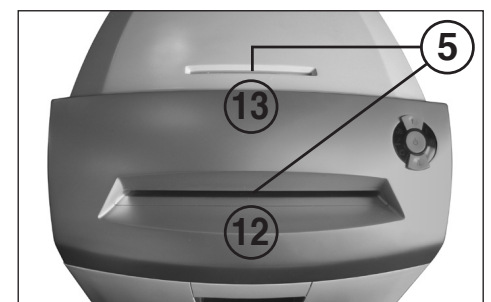

fig. 3
- 5 = Barrière lumineuse (marche avant) (Fig. 3)**
- 12 = Fente d'introduction de papier (Fig. 3)**
- 13 = Fente d'introduction de sécurité (Fig. 3)**
Introduire du papier dans le bloc de coupe par la fente d'introduction pour papier (12) (Fig. 3).
Introduire un à un des supports de données (CD, DVD ou cartes de crédit) dans le bloc de coupe par la fente d'introduction de sécurité séparée (13) (Fig. 3).